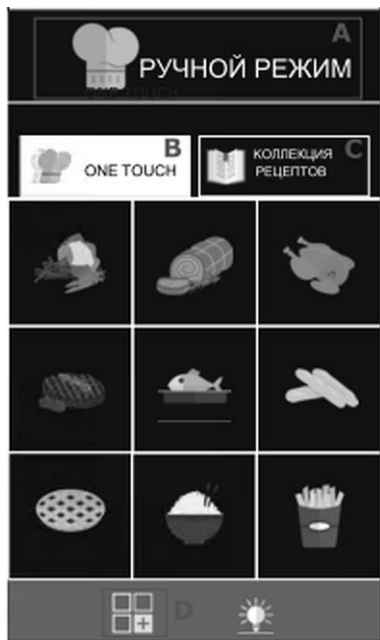

Рис. 9
2. Выбрать программу из «ручную» **A** или в списке «КОЛЛЕКЦИЯ РЕЦЕПТОВ» **(C)** (Рис. 9).